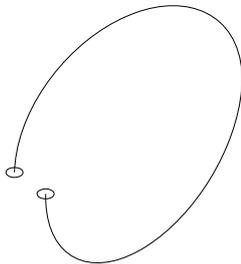

Рисунок 3.5
- поместить в основание окружности (рисунок 3.5);